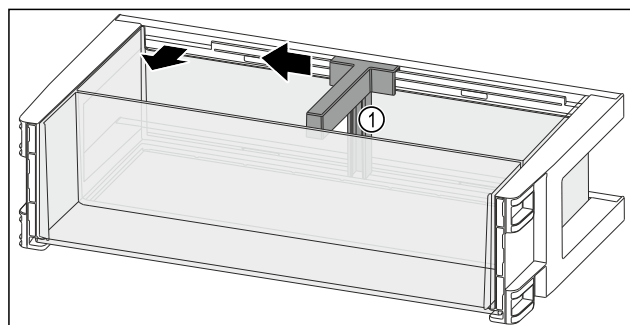

Fig. 122
- Spingere il portabottiglie Fig. 122 (1) lateralmente fino all'incavo.
- Rimuovere il portabottiglie Fig. 122 (1).